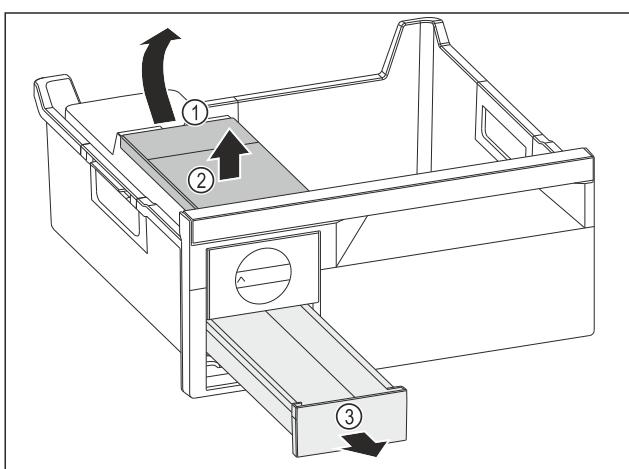

Fig. 111
- Vađenje spremnika za vodu: Podignite spremnik za vodu na otvoru Fig. 111 (1).
- Izvadite spremnik za vodu Fig. 111 (2) prema gore.
- Izvadite ladicu Fig. 111 (3) prema naprijed.